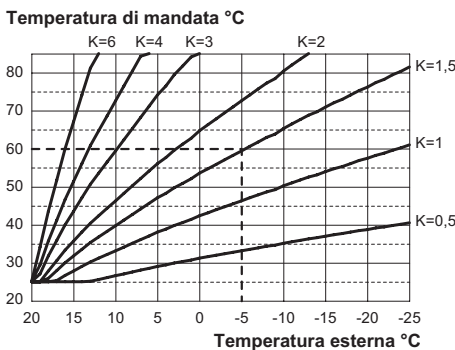

Figura 5.33
Se alla caldaia **È COLLEGATO** il comando remoto riferirsi alla Figura 5.33.
Quando si installa la sonda esterna bisogna impostare questo parametro in base al rendimento dell'impianto di riscaldamento per ottimizzare la temperatura di mandata (Figura 5.33).
Es. Per avere una temperatura di mandata all'impianto di riscaldamento di 60°C con una esterna di -5°C si deve settare un K di 1,5 (linea tratteggiata in Figura 5.33).
- Utilizzando i tasti 15 o 16 è possibile modificare il valore del parametro 15 da un minimo di **01** ad un massimo di **60** in base alla curva scelta del coefficiente K in Figura 5.33 (il valore letto sul display corrisponde a valori decimali di coefficienti K).